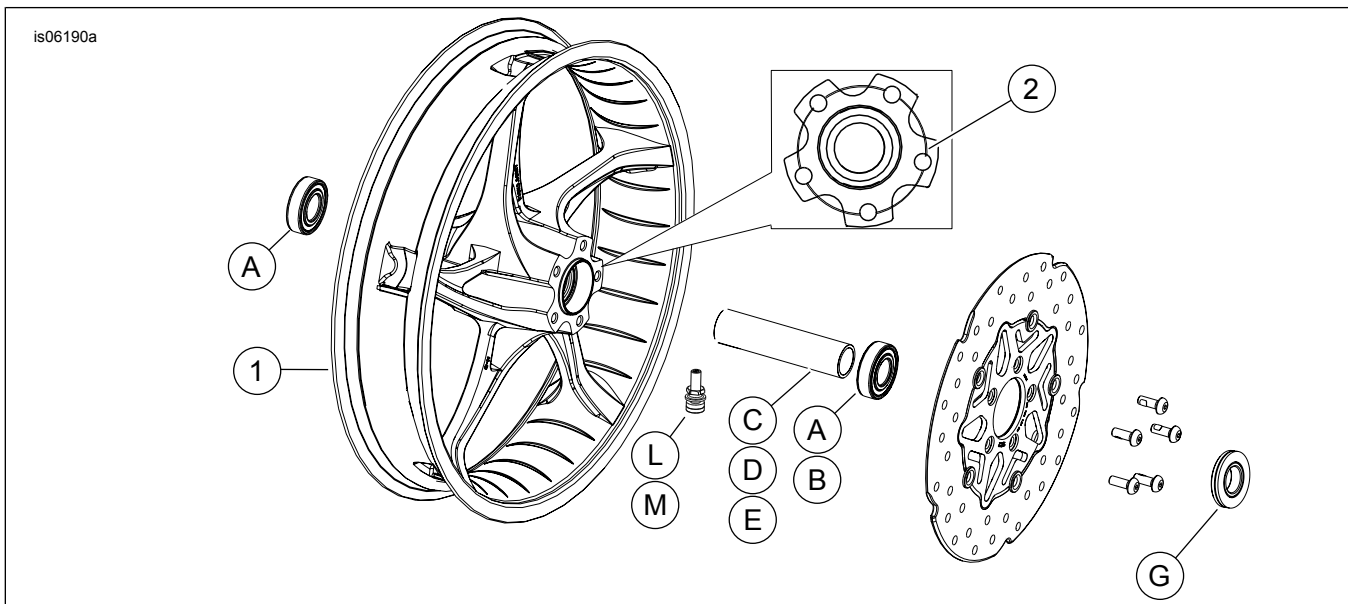

Figura 1. Piezas de servicio: Rueda delantera Stinger
Vea Figura 1 y las Tablas de piezas de servicio.
2. Vea Figura 1. Instale el conjunto del vástago de la válvula (L o M) en la rueda. Vea el Manual de servicio.